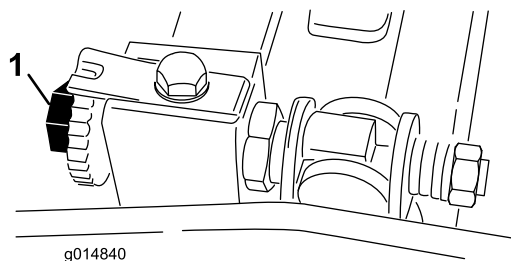

図 46
3. カッティングユニットの右端から数えて1番目と2番目の下刃ねじの間でリール刃と下刃とを交差させる 図 46。
6. シムを左右に滑らせながら、シムに軽い圧迫シムが挟まれる感じを感じるまで、右側のベッドバー調整ねじを回す 図 46。シムを抜く取る。